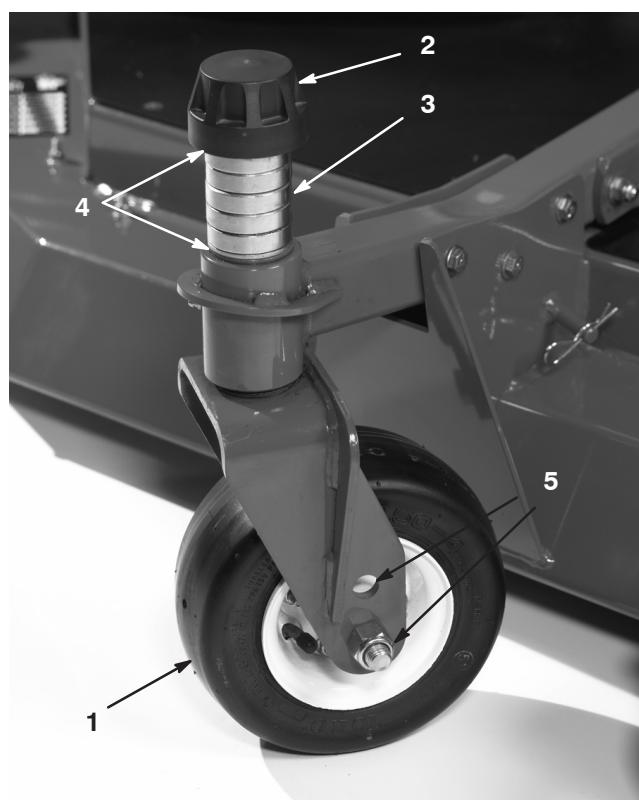

Bild 18
11. Setzen Sie die 3-mm-Beilagscheiben an den Laufrädern auf der jeweiligen Schnithöhe ein, die auf dem Schild angezeigt wird (Bild 18); siehe „Einstellen der Mähwerkneigung“.